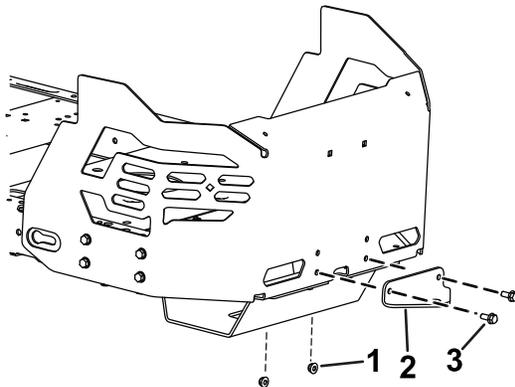

Bild 1
1. Entfernen Sie die vorhandenen zwei Schrauben, zwei Muttern und die Anbauvorrichtungshalterung von der Unterseite der Motorschutzvorrichtung (**Bild 1**).